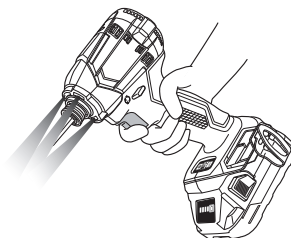

Fig. 15
12. Message d'alerte par témoin DEL (Fig. 15)